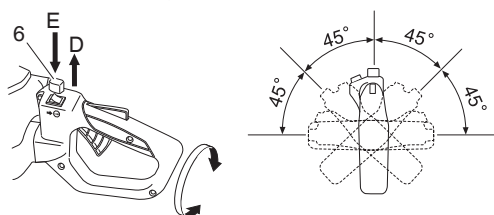

Fig. 7
- **Empuñadura orientable de posiciones múltiples (Fig. 7)**